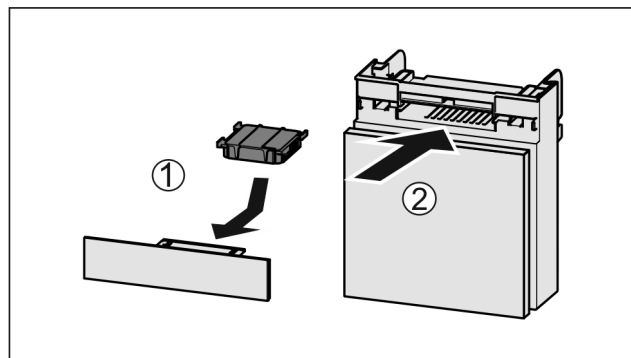

Fig. 156
- ▶ Wkładać Fig. 156 (1) filtr z węglem aktywowanym zgodnie z ilustracją.
- ▶ Wsunąć komorę Fig. 156 (2).